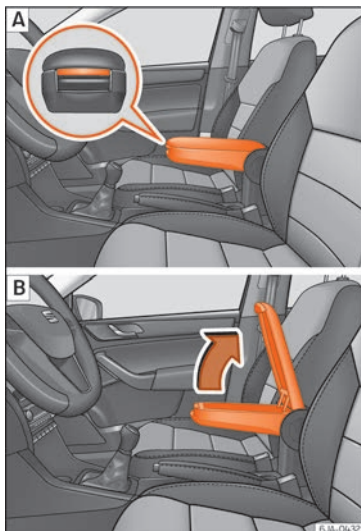

Fig. 144 Apoyabrazos/abrir y cerrar el portaobjetos.
- Pulse la tecla situada en la parte delantera del apoyabrazos » **fig. 144 - [A]**.
- Levante la tapa del guardaobjetos hacia arriba » **fig. 144 - [B]**.